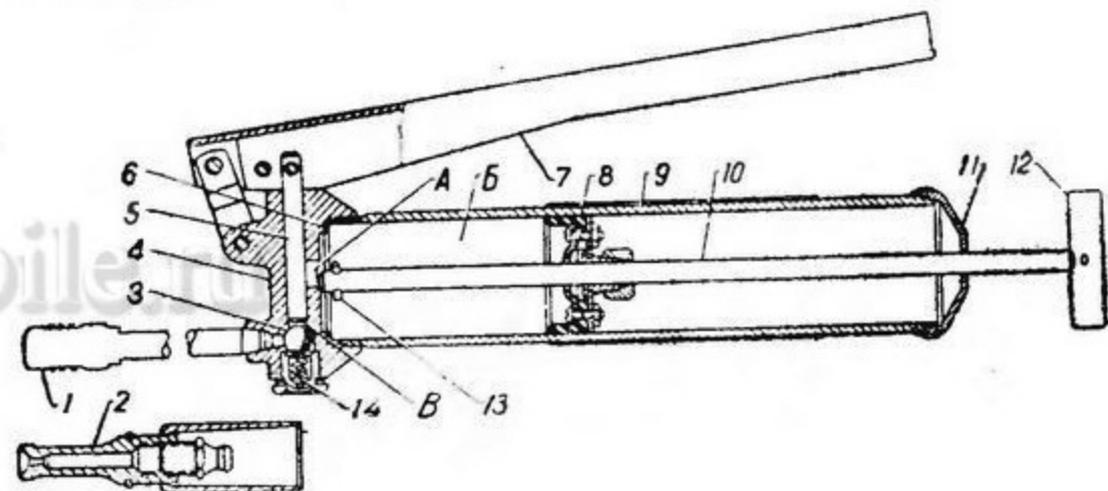

Рис. 37. Рычажно-плунжерный шприц.
Рычажно-плунжерный шприц (рис. 37) предназначен для ручной смазки под давлением узлов транспортера, снабженных пресс-масленками.
2. Держать баллон стрелкой вниз и привести приспособление в действие нажатием баллона рукой и отпусканьем (рис. 37А).
стрелки вниз. Нажатия на баллон прекратить, и бензин потечет самотеком (рис. 37Б).